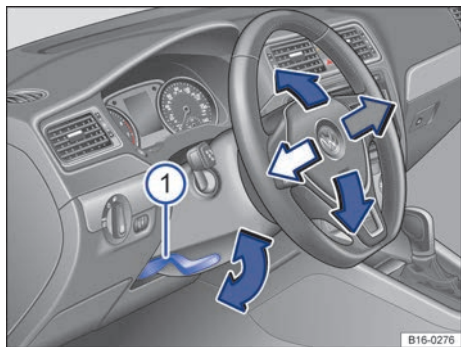

Fig. 66 Debajo del volante, en el guardac遨 de la columna de dirección: palanca para el ajuste manual de la posición del volante.
- Tire hacia abajo de la palanca → fig. 66 ①.
- Después del ajuste, presione siempre la palanca → fig. 66 ① firmemente hacia arriba para que no se modifique la posición del volante accidentalmente durante la marcha.